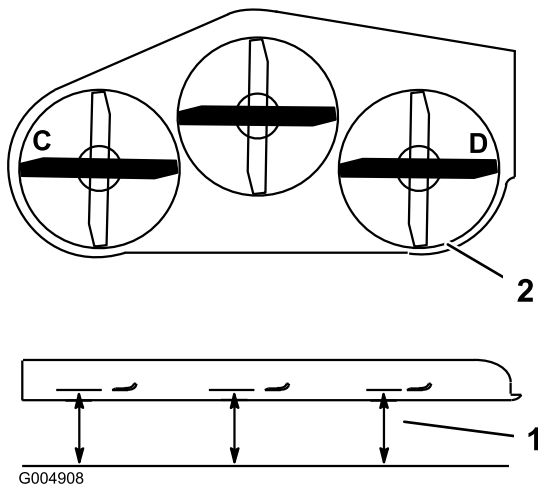
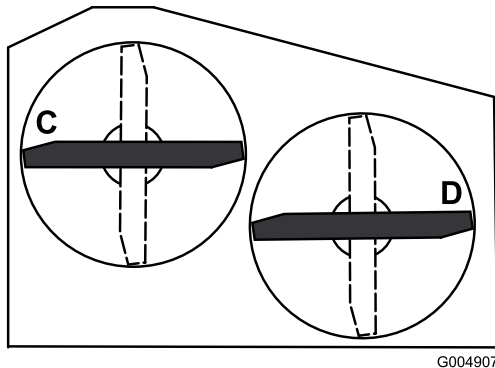

Figure 71
Figure 72
2. Tournez les lames pour les mettre parallèles dans le sens transversal. Mesurez la distance aux points **C** et **D** entre une surface plane et le bord coupant des pointes des lames (Figure 71). Pour les plateaux de coupe de 36 pouces, reportez-vous à la Figure 72.